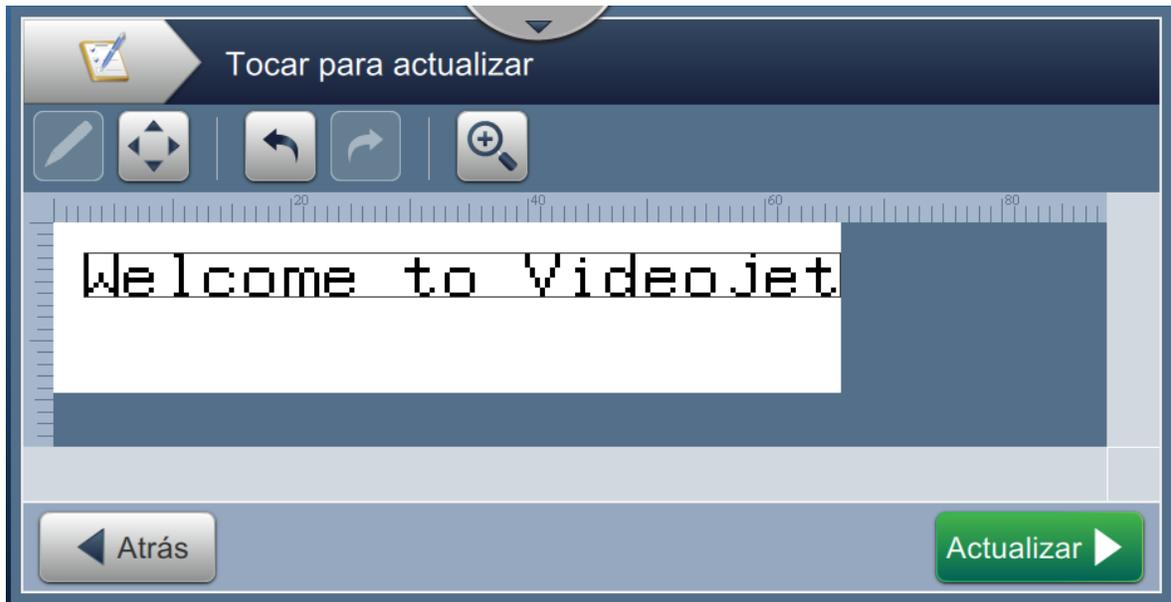

Figura 5-14. Editor de trabajos
3. Para editar un campo de usuario, pulse el botón  como se muestra en la Figura 5-14.
5. Para cambiar la ubicación del campo, selecciónelo y, a continuación, pulse el botón  como se muestra en la Figura 5-14.